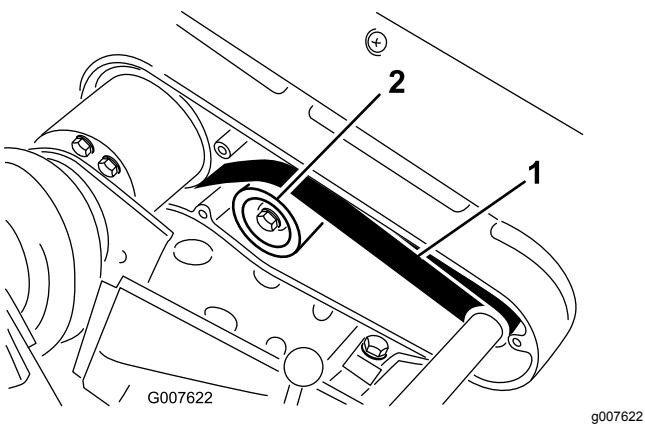

Figure 45
2. Contrôlez la tension en exerçant une force de 22 à 26 N sur le brin à mi-distance entre les poulies (Figure 45).
- Desserrez l'écrou de fixation de la poulie de tension et faites pivoter la poulie dans le sens horaire contre l'arrière de la courroie jusqu'à ce que vous obteniez la tension voulue (**Figure 45**).